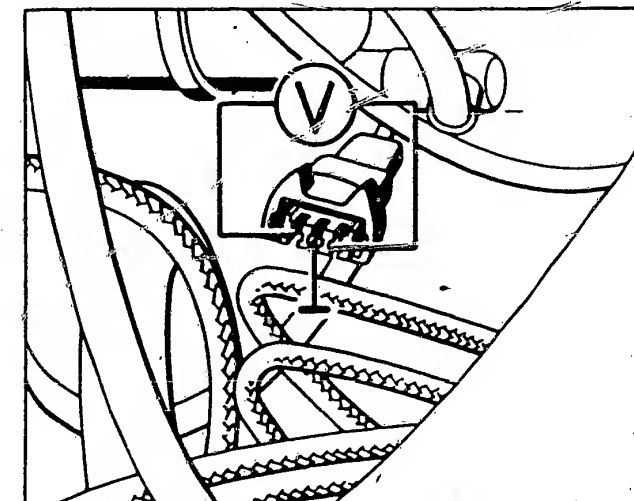
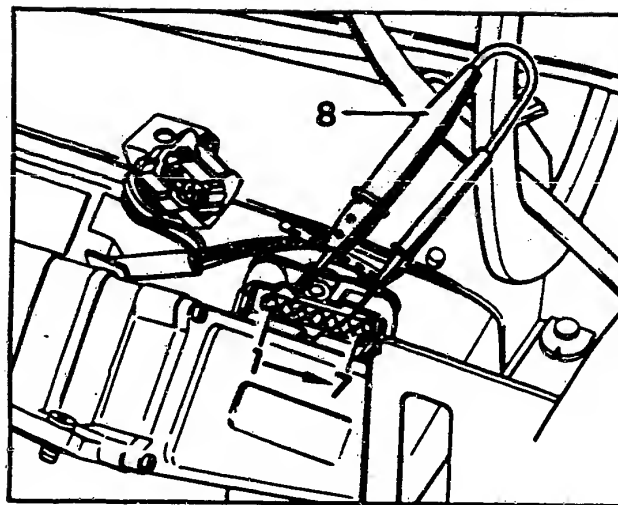

Bild 8 Spannungsmessung am abgezogenen Hallgeber des Zündverteilers.
Bild 10 Hallgeberprüfung mit einem Diodenprüfer. 1-7 Klemmenbezeichnungen – 8 Diodenprüfer.
- VEZ-Stecker wieder aufstecken und dafür Hallgeber-Stecker am ZV abziehen. Spannung an den äusseren Kontakten (Bild 8) des Steckers messen. Sollwert beim Einschalten der Zündung min. 5V.
- TSZ-H-Schaltgerätestecker abziehen und Dioden-Spannungsprüfer an den Kontakten 2 und 6 anschliessen (Bild 10). Beim Betätigen des Anlassers müssen die Dioden flackern. Andernfalls Hallgeber ersetzen.
Für Spannungs-Drehzahlmesser ist neben dem rechten Federbein ein Prüfsteckverbinder vorhanden (Bild 8+9). Dieser ist parallel zur Schleife des Primärkabels des ersten Zylinders verlegt, wobei ein 2,2 k Ω Widerstand in Serie geschaltet ist. Nach dem Entfernen der Deckkappe des Prüfsteckers, ist das Kabel Nr. «1» (Minus) des Drehzahlmessers mit dem Stift des Prüfsteckers und das Kabel Nr. «15» (Plus) des Drehzahlmessers mit dem Pluspol der Batterie zu verbinden.
Bild 8 Schema der Direktzündanlage mit der gestrichelt eingezeichneten Schleife, die sich durch die Kabelverbindung von der Prüfstekerverbindung zur Masse ergibt (siehe Bild 10). A Zündschalter – B Batterie – C zum Anlasser – D vom Kurbelwinkel-Sensor – E vom Luftdurchsatzmesser – F vom Kühlmittel-Sensor – G Leistungstransistoren – H Zündspulen – Z Zündkerzen.
Die zweite Methode eignet sich für alle Impulsklemmen und Zündprüflampen. Dazu ist ein Hilfskabel nötig, welches auf der einen Seite mit dem Prüfstecker beim Federbein verbunden und auf der anderen Seite an Masse gelegt wird (Bild 10). Damit ein genügend starker Impuls abgenommen werden kann, empfiehlt es sich, das Kabel in mehrere Schlaufen zu legen und diese mit der Zange zu umfassen (Bild 10 unten).
Bild 10 Oben: Das Anschliessen des Verbindungskabels Prüfstecker/Masse mit der angeklemmten Triggerzange (T). Unten: Zur Verstärkung des Signals kann das Kabel in eine Schlaufe gelegt und die Impulsnehmerzange dort angeklemmt werden.